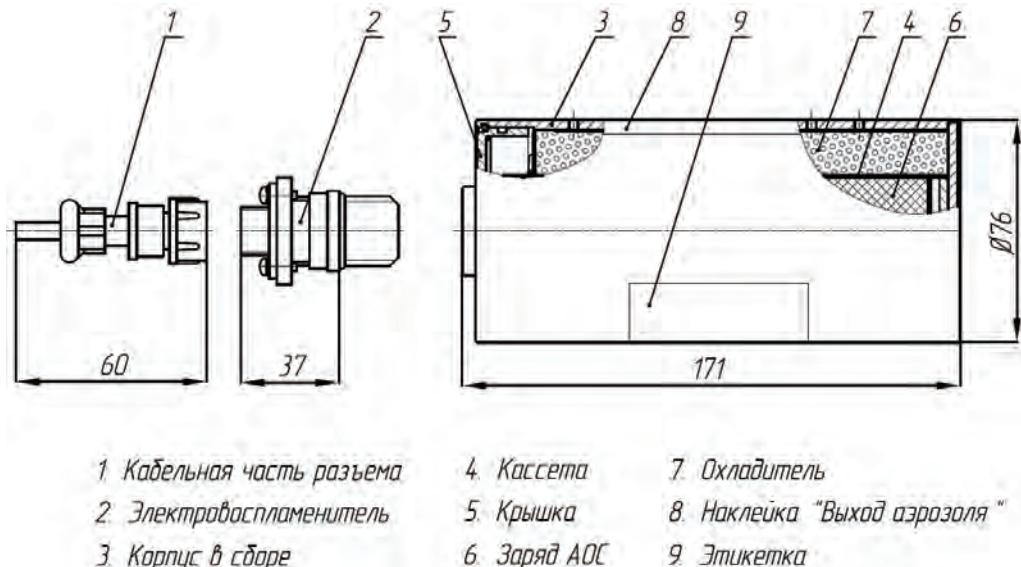

Рис.1. Устройство генератора огнетушащего аэрозоля.
3.1. В комплект поставки ГОА (рис.1) входит:
5.1. Устройство генератора (рис.1).